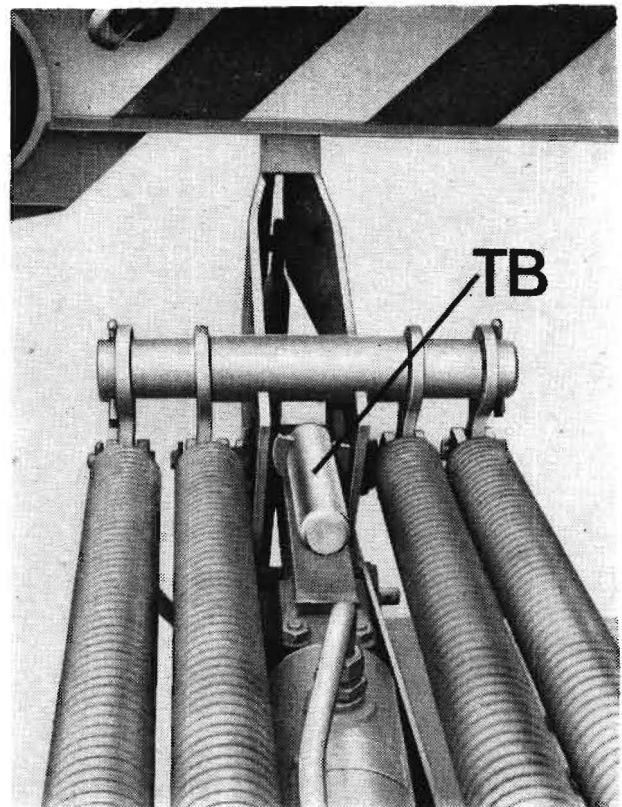

Bild 8/6
- Mechanische Schwimmstellung der Hubvorrichtung durch Herausziehen des Transportsicherungsbolzens TB (Bild 8/6) aus dem Loch L (Bild 8/7) und durch dessen Einstecken in das Langloch der Kulissenführung vom Kolbenstangenkopf des Hubzylinders der Hubvorrichtung blockieren (Bild 8/6).